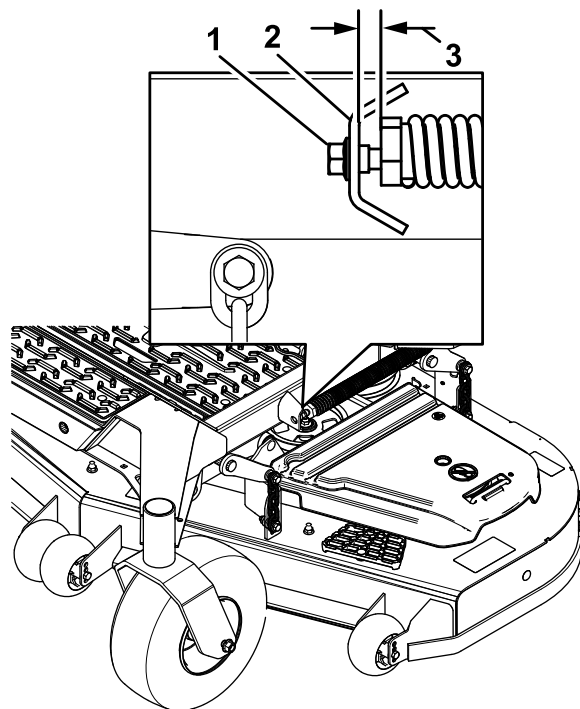

Figura 85
10. Allentate lentamente la vite di regolazione sulla molla di sollevamento assistito sinché non è possibile rimuovere la vite (Figura 85).